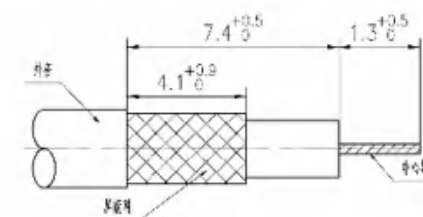

图 4.3-6
①按图 4.3-6 所示剥开电缆, 末端面必须切割干净并与电缆的轴向面垂直。切割时, 电缆不能变形。